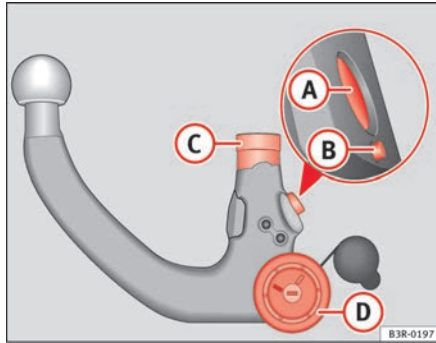

Abb. 150 Abnehmbare Anhängervorrichtung: Kugelstange
- Überprüfen Sie die Kugelstange am Verriegelungsbolzen **A**, Auslösebolzen **B**, Einsteckschaft **C** und Handrad **D** ⇒ Abb. 150 auf Verschmutzung und Beschädigung.